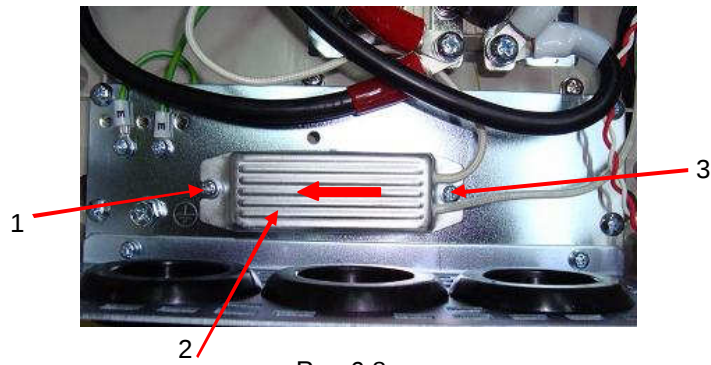

Рис.6.8
6.6.2. Ослабить винт 3, выкрутить винт 1, сдвинуть резистор 2 по направлению стрелки и снять его (рис.6.8). Положить винт и резистор в тару.